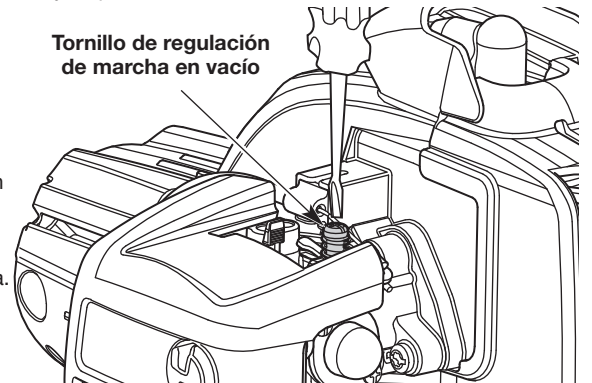

Fig. 35
2. Suelte el gatillo del regulador y deje que el motor funcione en marcha lenta. Si el motor se apaga, use un destornillador pequeño Phillips para girar el tornillo de marcha en vacío en el **sentido de las agujas del reloj**, dándole 1/8 de vuelta cada vez (según sea necesario), hasta que el motor funcione en marcha en vacío sin inconvenientes (Fig. 35).